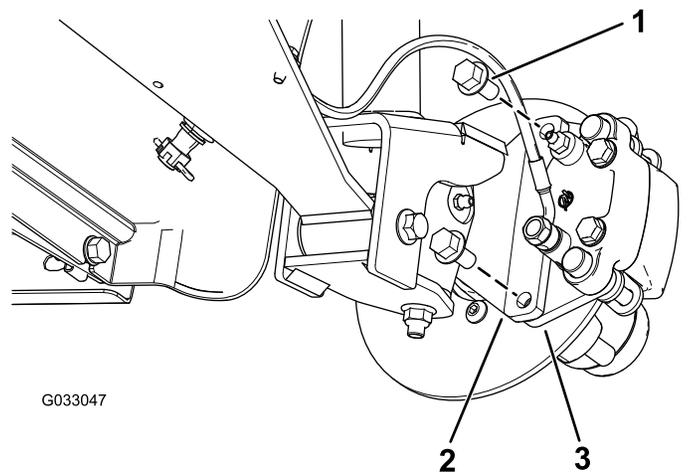
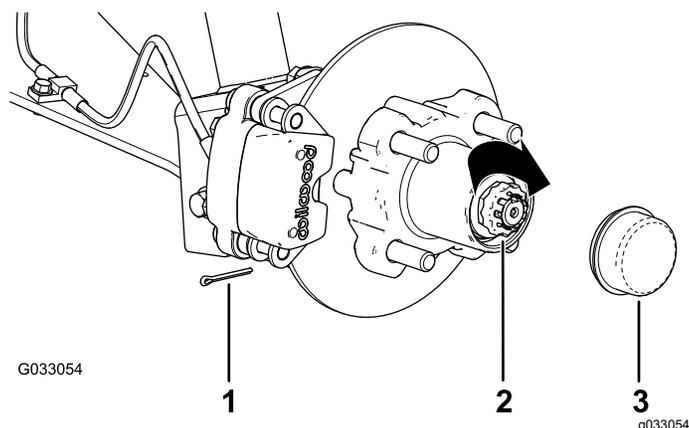

Figura 29
**Figura 33**
3. Retire os parafusos de cabeça 1/2a flangeada (3/8 x 3/4 pol.) que prendem o suporte para o conjunto dos travões ao eixo e afaste o travão do eixo (Figura 29).
1. Aplique uma leve camada do lubrificante especificado no eixo (Figura 33).
2. Monte o cubo e o rotor no eixo com o rotor interior (Figura 33).
3. Monte o rolamento exterior no eixo e coloque o rolamento na correia exterior (Figura 33).
4. Monte a anilha com patilha no eixo (Figura 33).
5. Enrosque a porca do eixo no eixo e aperte a porca com 15 N·m, enquanto roda o cubo para assentar o rolamento (Figura 33).
2. Alinhe as pastilhas dos travões com cada lado do rotor (Figura 29) e os orifícios no suporte da pinha com os orifícios na montagem dos travões da estrutura do eixo (Figura 33).
3. Prenda o suporte da pinha à estrutura do eixo (Figura 29) utilizando os dois parafusos de cabeça flangeada ( $\frac{3}{8} \times \frac{3}{4}$  pol.)